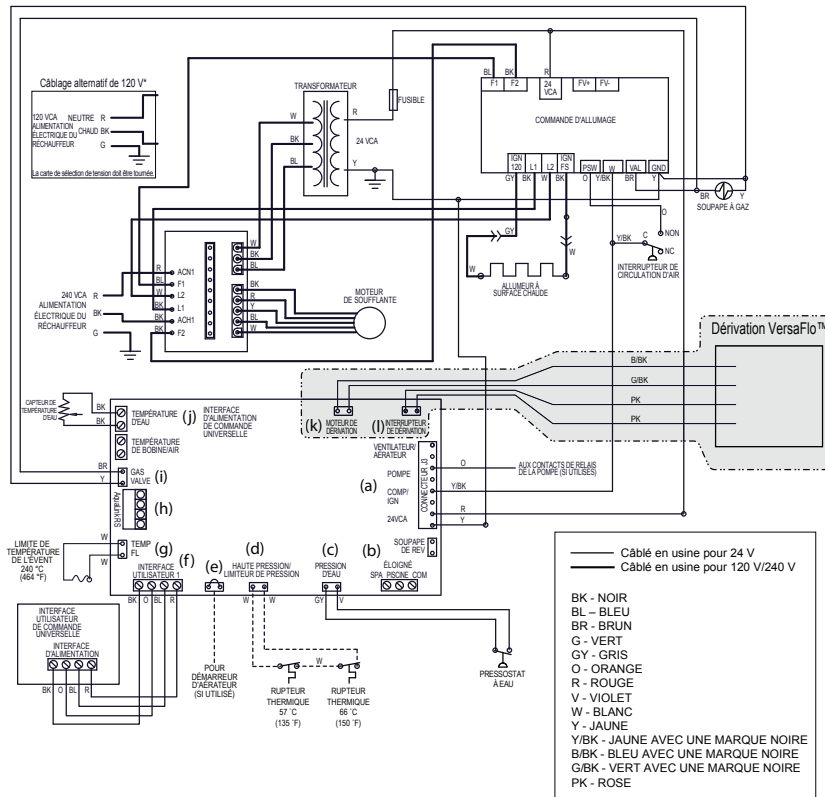

Figure 6. Schéma de câblage
1. Connectez les fils GR/BK et B/BK à 2 broches à la position Moteur de dérivation (J21). Voir Figure 6 (k).
2. Connectez les 2 fils de couleur rose au connecteur à 2 bornes à la position de carte Interrupteur de dérivation (J22); la polarité n'a pas d'importance. Voir Figure 6 (l).